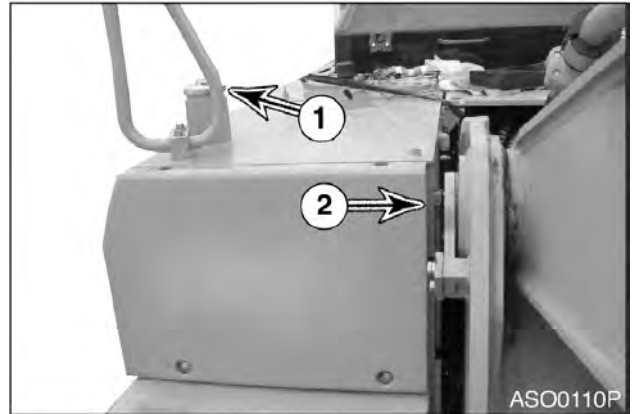

Рис. 18
1. В конце каждого рабочего дня следует заполнять топливный бак. Добавлять топливо следует через трубу заливной горловины топливного бака (1, рис. 18). Во время работы при температуре 0°C или выше использовать ASTM № 2-D или эквивалент. При температуре ниже 0°C использовать ASTM № 1-D или эквивалент.
3. Проверить уровень топлива в баке по показаниям смотрового указателя (2, рис. 18).